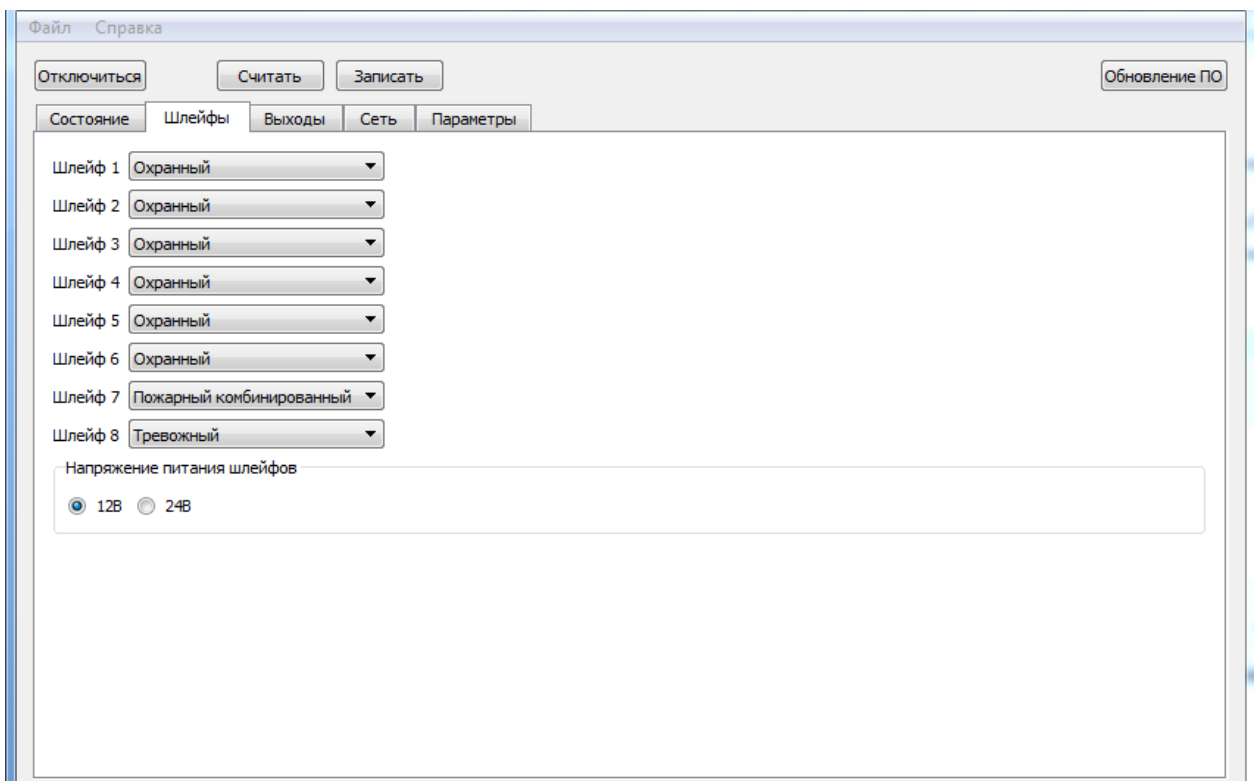

Рис. 9. Программирование параметров ШС.
8.9. Программирование параметров ШС осуществляется на вкладке «Шлейфы» (см. рис. 9).